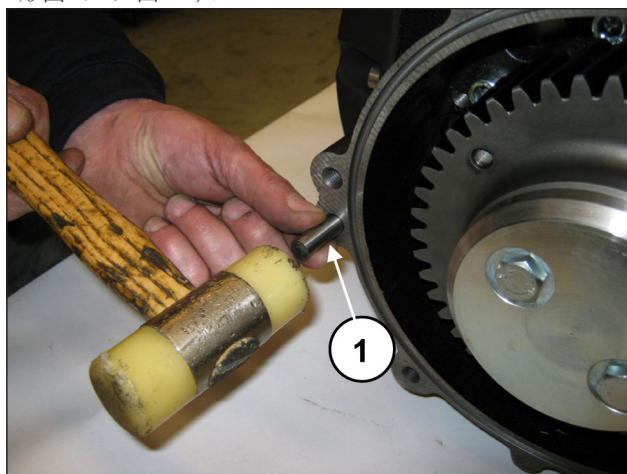
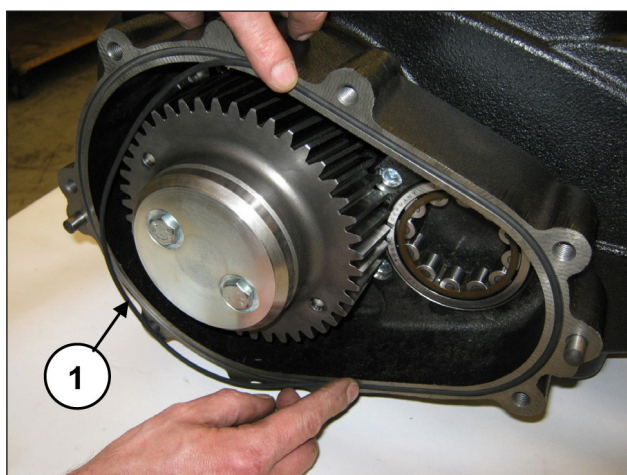

图 80
图 81
将2个销子 $\varnothing 10 \times 24$ 安装到减速齿轮箱 (①, 图 80) 并插入 O 形圈 (①, 图 81)。